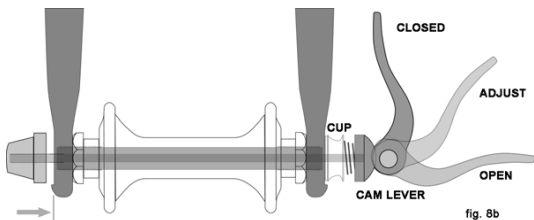

fig. 8b
Ci sono attualmente due tipi di meccanismi di bloccaggio rapido: il tradizionale sgancio rapido con leva (fig. 8a) e un sistema con leva e stelo (fig. 8b). Entrambi sfruttano l'azione della leva per bloccare la ruota della bicicletta nel suo alloggiamento. La bicicletta può avere un sistema con leva e stelo nella ruota anteriore e un tradizionale sgancio rapido con leva nella ruota posteriore.
b. Regolare il meccanismo con leva e stelo (fig. 8b)
(3) Se la forcella anteriore presenta un meccanismo secondario di bloccaggio di tipo clip-on, disinnestarlo. Se la forcella anteriore presenta un meccanismo secondario di bloccaggio integrato e un meccanismo tradizionale a leva (fig. 8a), allentare il dado per regolare la tensione per consentire la rimozione della ruota dai forcellini. Se la ruota anteriore utilizza un meccanismo con leva e stelo (fig. 8b), premere contemporaneamente lo stelo e la leva durante la rimozione della ruota. Con il meccanismo a leva e stelo, non è necessaria la rotazione di nessuna parte.
(1) Se la bicicletta presenta un sistema di bloccaggio rapido della ruota anteriore, spostare la leva allontanandola dalla ruota (fig. 8b). Questa è la posizione APERTO. Se la bicicletta presenta un sistema di bloccaggio della ruota anteriore del tipo perno e bullone o a bullone, passare al punto successivo.
(3) Se è presente un meccanismo tradizionale a leva: tenendo la leva nella posizione REGOLAZIONE con la mano destra, stringere contro il forcellino il dado per regolare la tensione con la mano sinistra senza utilizzare attrezzi (fig. 8a). Se è presente un sistema con leva e stelo: il dado e lo stelo (fig. 8b) avranno effettuato lo scatto all'interno dei forcellini della forcella e non richiederanno ulteriori regolazioni.
(4) Mentre si procede a premere con decisione la ruota verso la parte superiore delle fessure dei forcellini e, allo stesso tempo, a centrare il cerchio della ruota nella forcella:
(3) Su un cambio con deragliatore, tirare il corpo del deragliatore con la mano destra.
(4) Con un meccanismo a sgancio rapido, spostare la leva in posizione APERTO (fig. 8b). Con un sistema di bloccaggio del tipo perno e bullone o a bullone, allentare le viti utilizzando la chiave appropriata o tramite la leva integrata; quindi premere in avanti la ruota abbastanza da riuscire a rimuovere la catena dal pignone posteriore.
(5) Sollevare la ruota posteriore di qualche centimetro e staccarla dai forcellini posteriori.